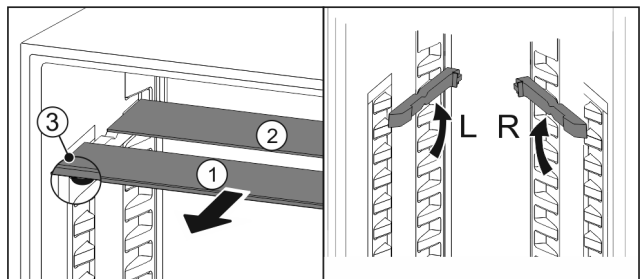

Fig. 149
- Sortir les tablettes par l'avant Fig. 149 (1).
- La tablette en verre Fig. 149 (1) avec bordure décorative est située à l'avant.
- Les butées Fig. 149 (3) sont orientées vers le bas.